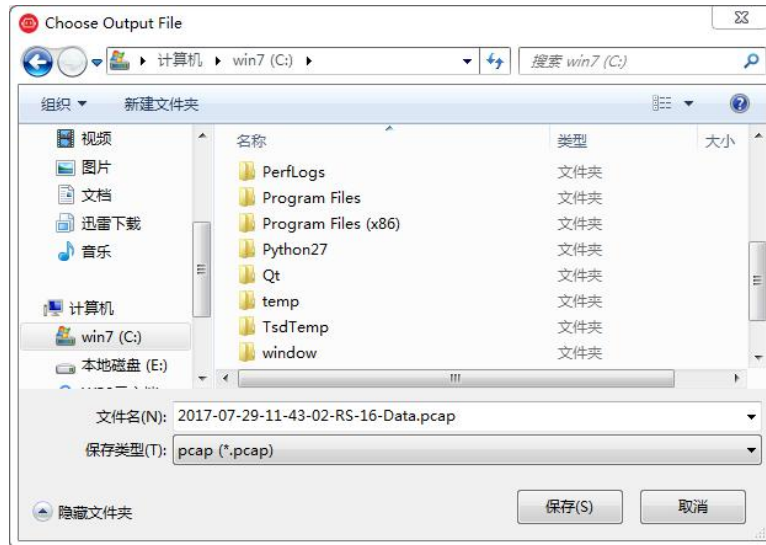

图 C-5 RSView 保存对话框
2. 在弹出的 **Choose Output File** 对话框中，选择需要保存的路径和保存的文件名后，点击“保存 (S)”按钮(图 C-5)。RSView 将开始将数据包文件写入目标 pcap 文件中。(注意：RS-Bpearl 将会产生大量的数据，随着记录时间变长，目标 pcap 文件将会变大。因此最好将记录文件保存到 HDD 或者 SSD 中，而不是保存到较慢的 USB 设备或者用网络保存)。